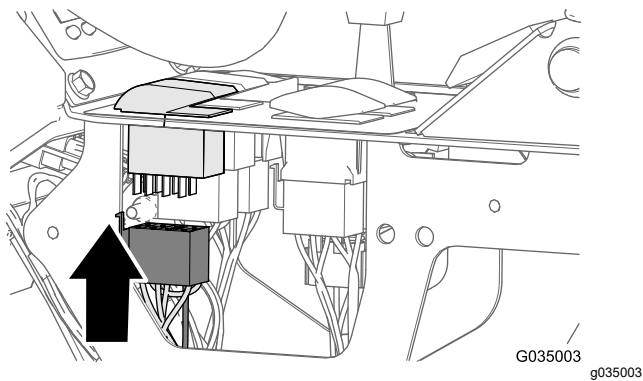

Figure 117
4. Branchez le connecteur à 8 douilles du faisceau au connecteur à 8 broches de la commande de la pompe de pulvérisation (Figure 117).
5. Attachez la branche de 81 cm (32 po) du faisceau arrière au faisceau avant de la machine, comme montré à la Figure 117.